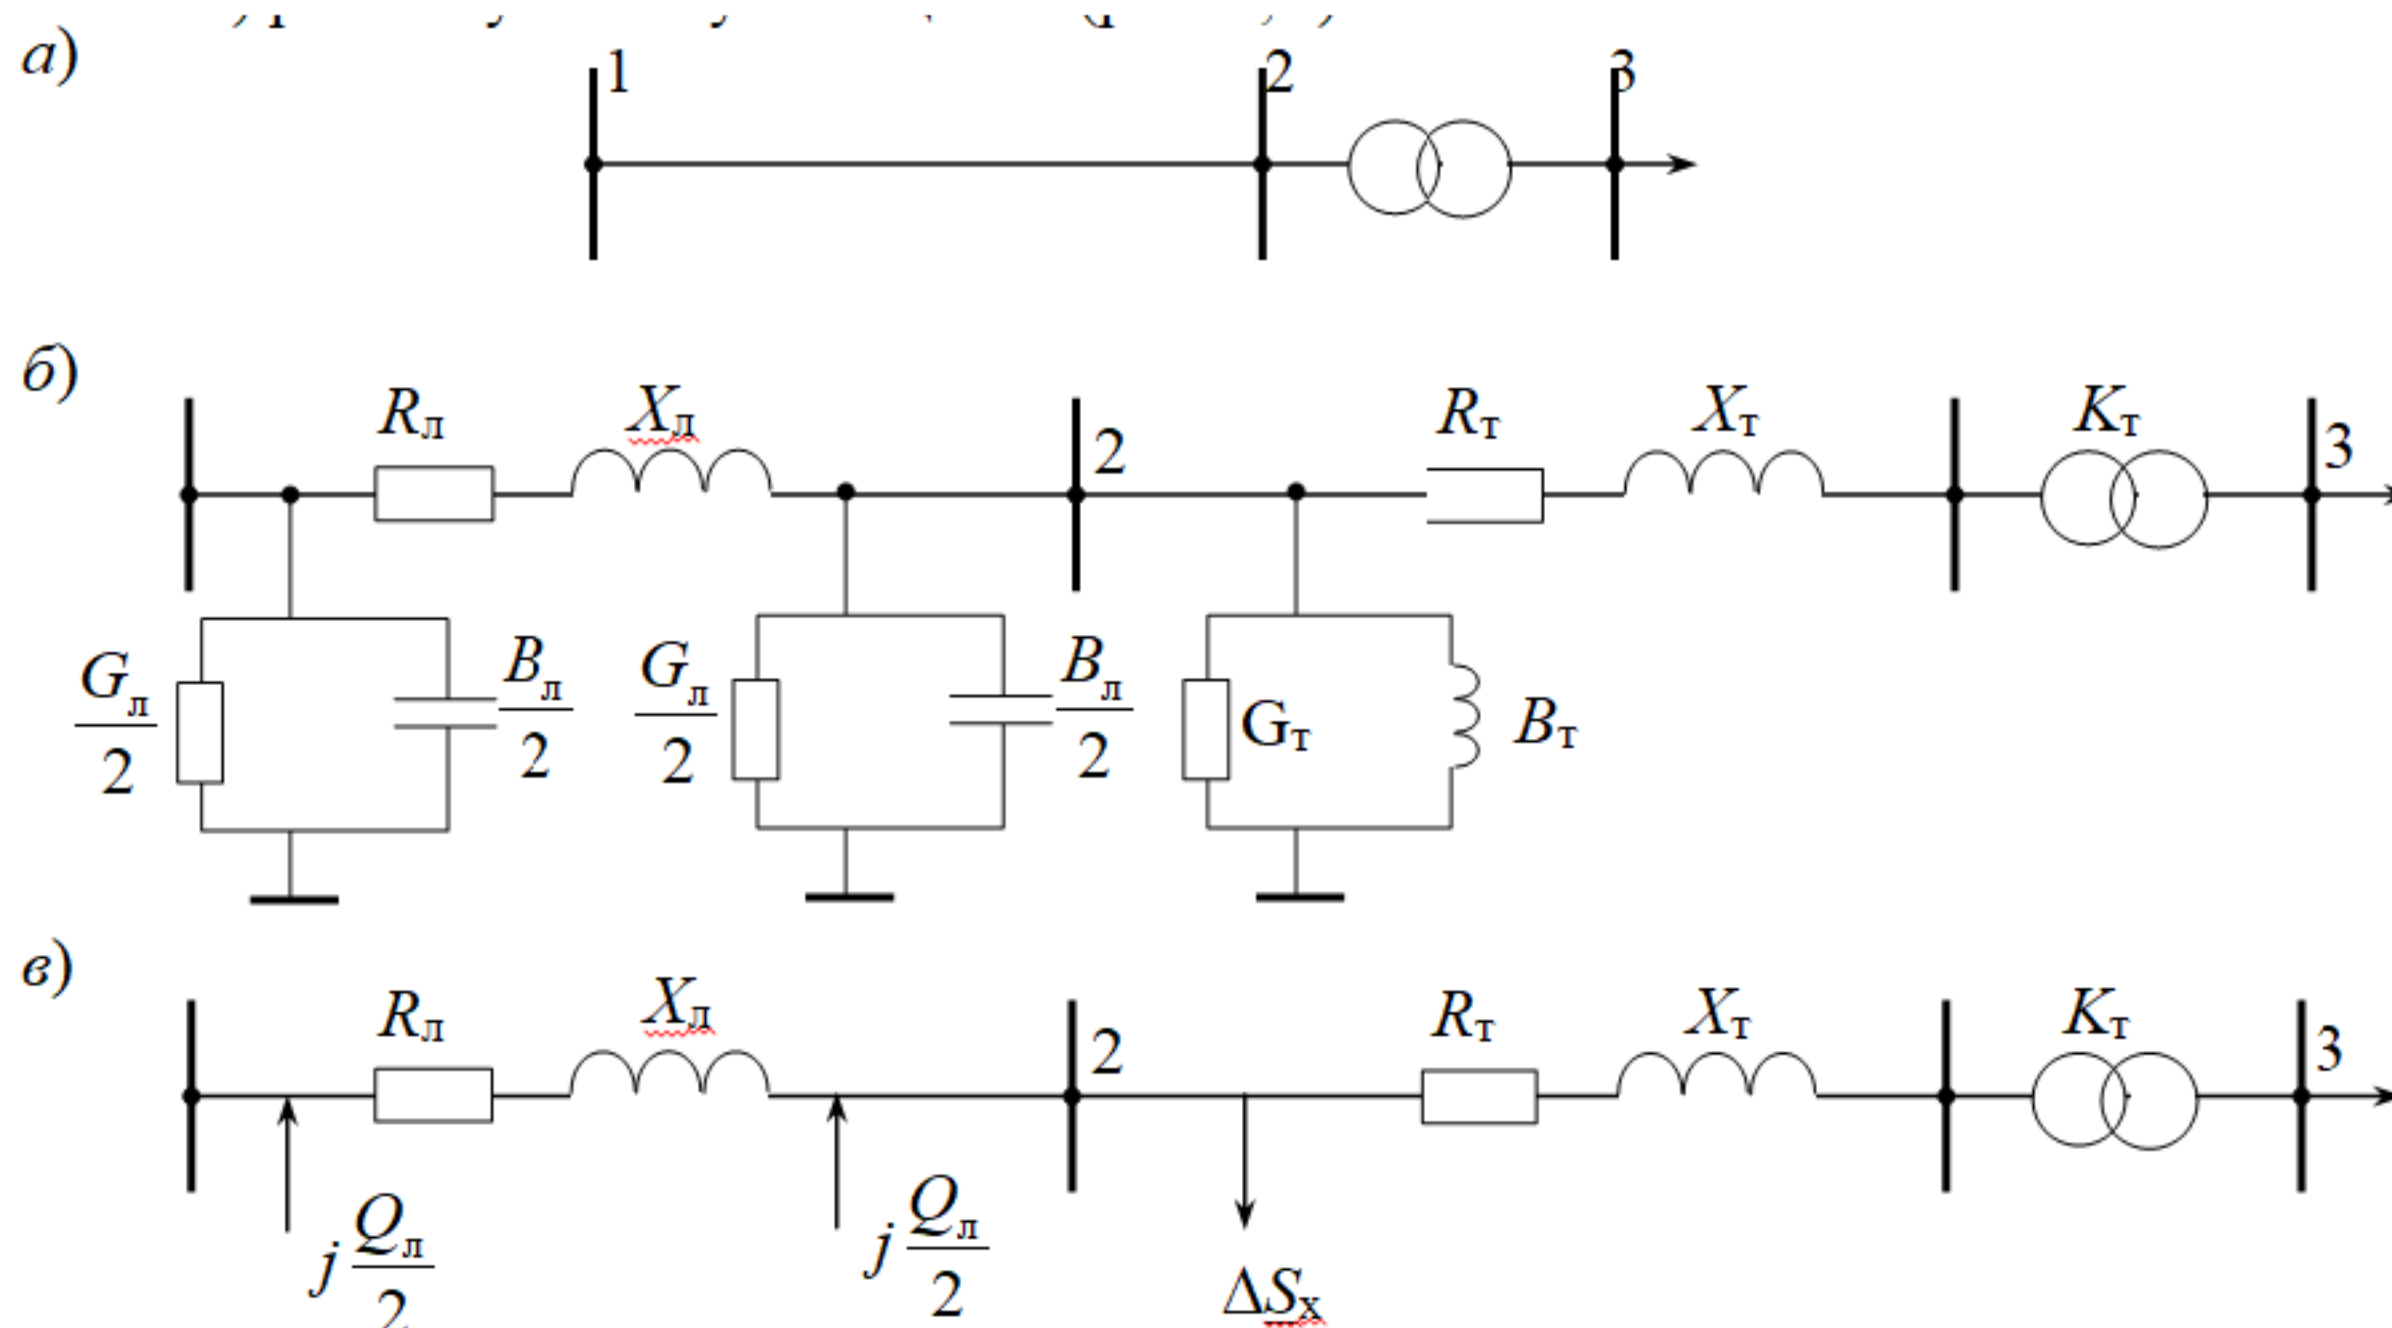

Рис. 1. Схемы сети: а – принципиальная; б – замещения; в – расчетная
На рис. 1, а изображена принципиальная схема сети, состоящая из линии и понижающего двухобмоточного, трехобмоточного трансформатора или автотрансформатора.
- 2) однолинейную схему замещения с учетом эквивалентирования линий и трансформаторов (рис. 1, б);
- 3) расчетную схему замещения (рис. 1, в)